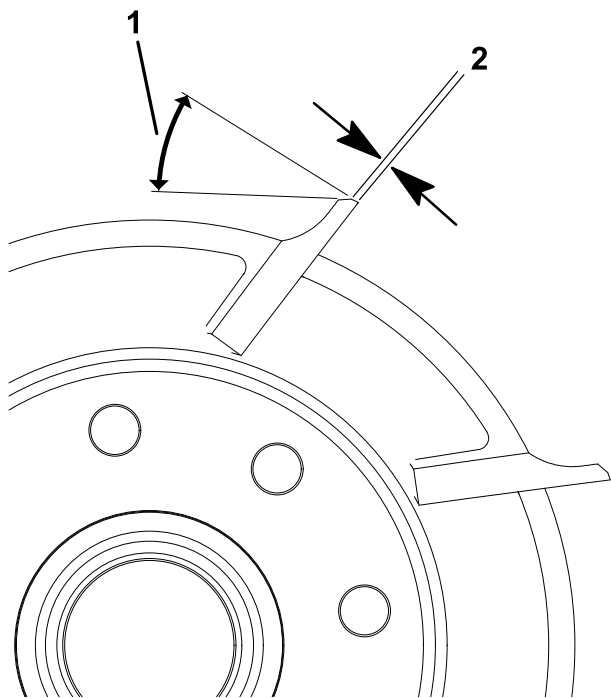

图 19
1. 对所有滚刀棱面进行 30° 铲磨直至棱面宽度达到 0.76mm 图 19。